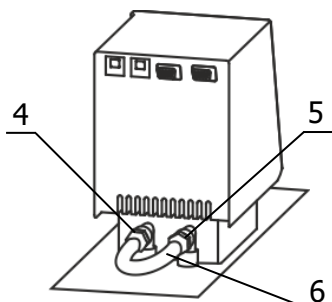

Рисунок 3 — Установка перемычки
2.2.6 Соединить входной 4 и выходной 5 штуцеры насоса блока регулирования с помощью шланга-перемычки 6 (рисунок 3) и хомутов из комплекта поставки термостата блока регулирования.